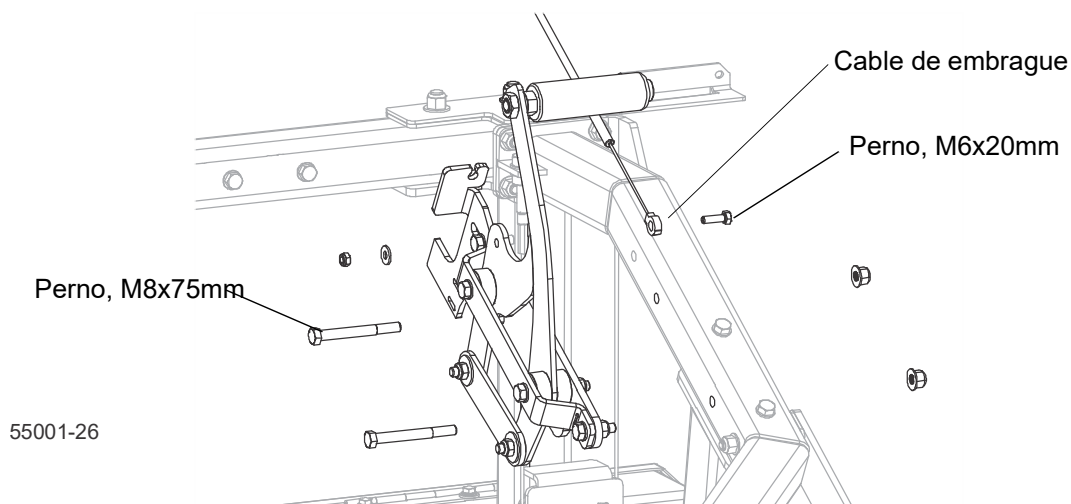

FIG. 3-34
1. Conecte el conjunto de la manija del embrague tal y como se muestra en la Fig. 3-34.